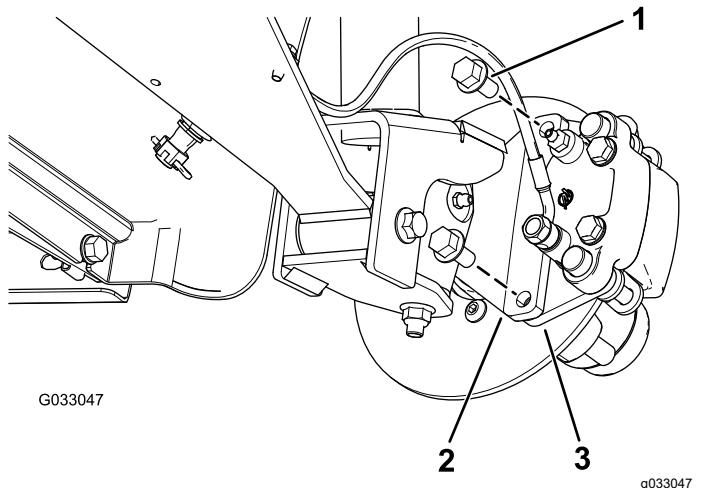
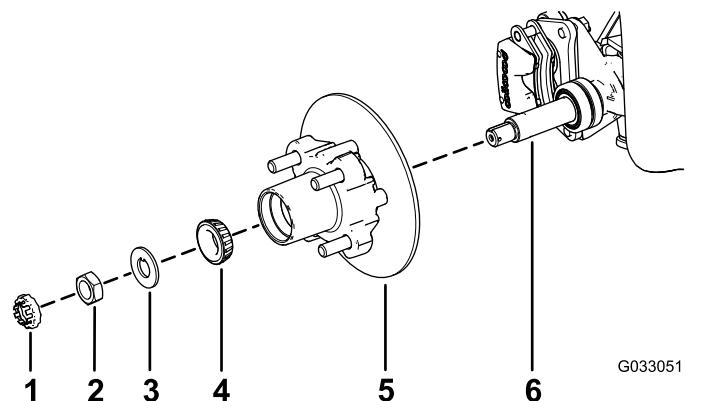

Рисунок 23
Рисунок 27
- Выверните болты с фланцевыми головками ($\frac{3}{8} \times \frac{3}{4}$ дюйма), которые крепят кронштейн тормоза в сборе к оси, и отделите тормоз от оси (Рисунок 23).
1. Нанесите тонкий слой консистентной смазки указанного типа на ось (Рисунок 27).
2. Установите ступицу и тормозной диск на ось так, чтобы тормозной диск был внутри (Рисунок 27).
3. Установите наружный подшипник на ось и в наружное кольцо (Рисунок 27).
4. Установите стопорную шайбу на ось (Рисунок 27).
- поворачивая ступицу так, чтобы подшипник был посажен на место (Рисунок 27).
2. Совместите тормозные колодки с обеих сторон тормозного диска (Рисунок 23) с отверстиями в кронштейне суппорта и отверстиями в креплении тормоза на цапфе (Рисунок 27).
3. Закрепите кронштейн суппорта на цапфе (Рисунок 23) с помощью 2 болтов с фланцевыми головками ($\frac{3}{8} \times \frac{3}{4}$ дюйма).